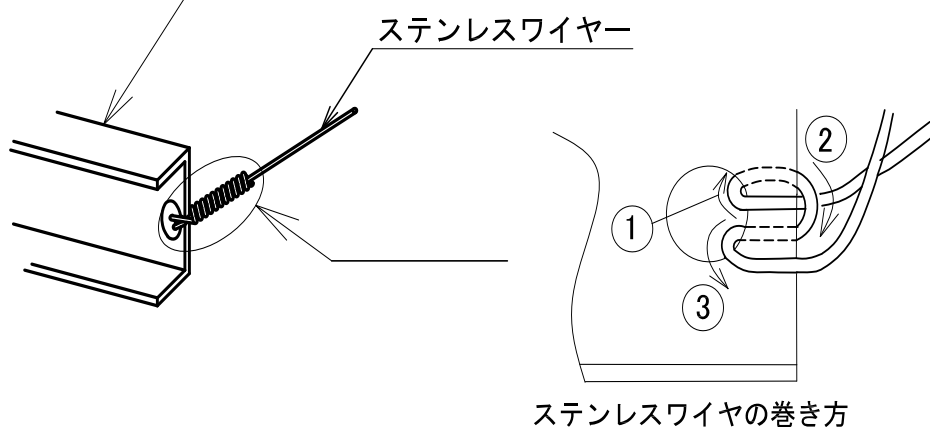

図 13
- 固定線は図 13 のように結び、緩みがないようにします。